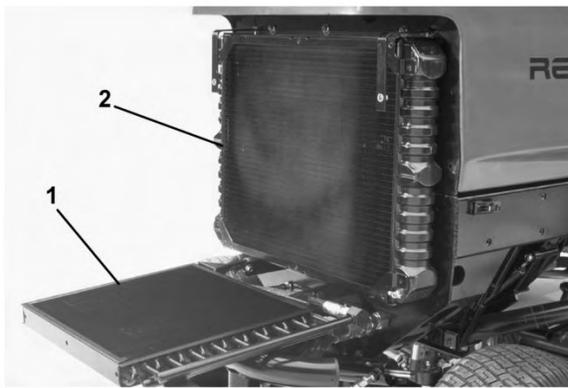

Figura 74
3. Svitare le manopole e girate indietro il refrigeratore dell'olio (Figura 74). Pulite accuratamente entrambi i lati dell'area del refrigeratore dell'olio e del radiatore utilizzando aria compressa. Non usate acqua. Aprite il cofano e soffiare via i detriti verso il retro della macchina. Riportate il refrigeratore dell'olio nella posizione originale e serrate le manopole.